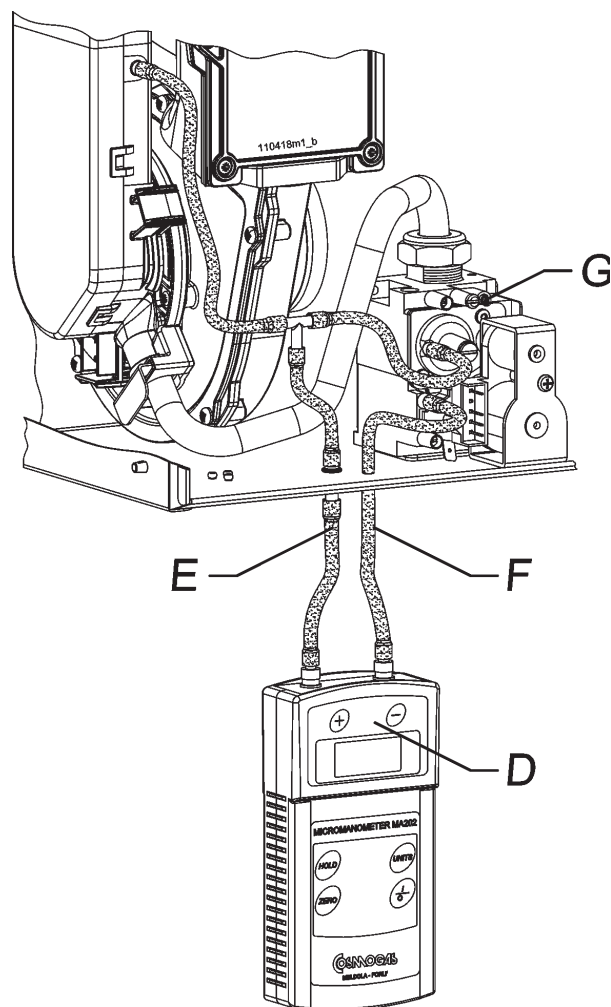

Figura 33 - Controllo pressione aria comburente
- inserire un tubo "F" che va dal manometro, passando per l'apertura del tappo "B", fino alla presa di pressione "C" (come da figura 33);
- il collegamento deve essere realizzato come da figura 33, rispettando scrupolosamente la polarità delle pressioni, evidenziata sul manometro;